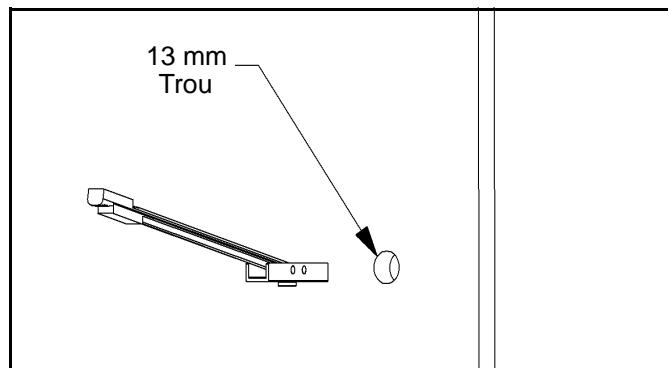

Figure 4.
- Déterminez un emplacement convenable pour l'installation et soulevez la plaque murale (10) (voir « PIÈCES POUR LA PLAQUE DE FIXATION MURALE » page 3).
- Percez un trou de 13 mm à l'emplacement souhaité, en prenant soin de vérifier que l'épaisseur du mur est d'au moins 13 mm. Si le mur est fabriqué en poteaux métalliques, il est recommandé d'installer l'ancrage à travers le contreplaqué et le poteau métallique (voir figure 4).